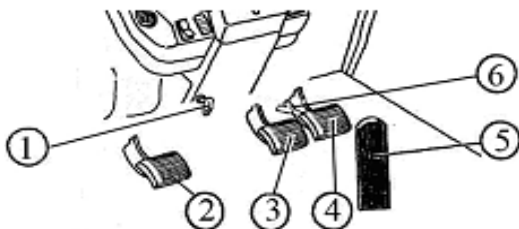
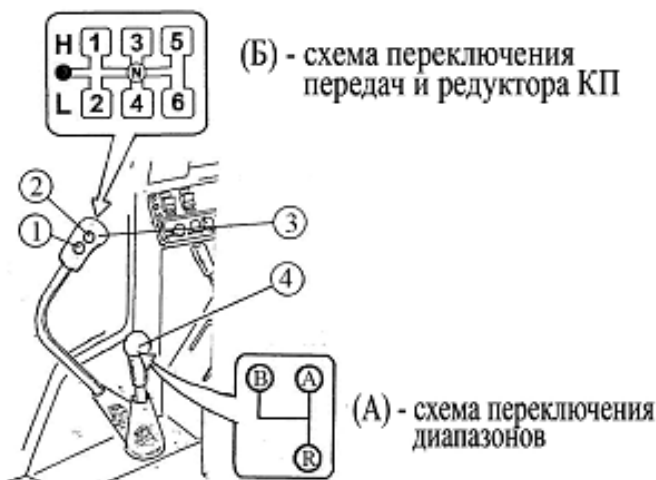

Рис. 3.37. Расположение педалей трактора и рукоятки управления фиксацией рулевой колонки:
Рис. 3.38. Переключение диапазонов, передач и редуктора КП:
- 1* – рычаг переключения передач (*1a* – кнопка включения низшей (L) ступени редуктора КП, *1б* – кнопка включения высшей (H) ступени редуктора КП, *1в* – сигнализатор включения высшей ступени редуктора КП, *1г* – сигнализатор включения низшей ступени редуктора КП); *2* – рычаг переключения диапазонов коробки передач; *3* – рычаг управления задним навесным устройством;
4. Установите, выжав педаль сцепления 2 (рис. 3.37), рычаги переключения передач 3 (рис. 3.38) и диапазонов 4 (рис. 3.38) в нейтральное положение, отпустите педаль сцепления.
7. Выжмите педаль сцепления 2 (рис. 3.37).
4. Нажмите кнопку 1 (см. рис. 3.38) для включения низшей ступени (L) редуктора КП или кнопку 2 для включения высшей ступени (H) редуктора; включение ступеней редуктора «L» или «H» возможно только после установки рычага переключения передач в «Нейтраль».
5. Выберите желаемую передачу, для чего переместите рычаг переключения передач 3 (см. рис. 3.38) из нейтральной («N») в одно из положений 1, 2, 3, 4, 5, 6 в соответствии со схемой переключения передач (Б).
3. Для включения передачи плавно, без резких толчков, переместите рычаг переключения передач 3 (см. рис. 3.38) согласно схеме (Б) и удержите его в поджатом положении до полного включения передачи.
При движении по дорогам на транспортных скоростях обе педали рабочих тормозов должны быть заблокированы с помощью соединительной планки 6 (см. рис. 3.37).